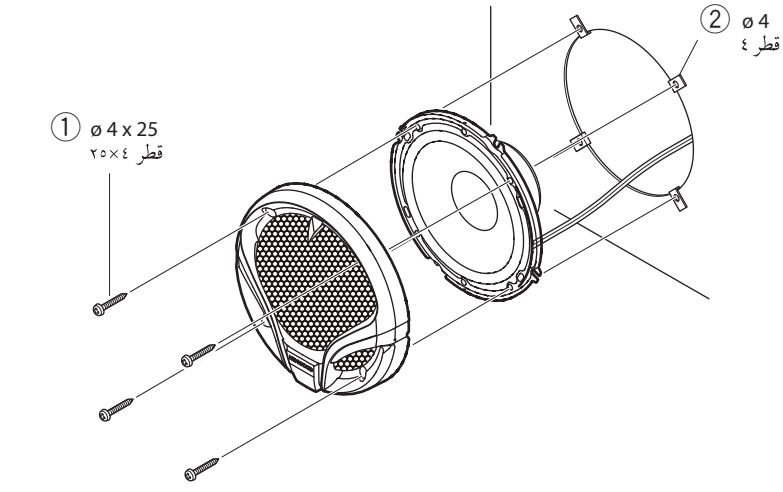

Fig. 3 / Figura 3 / 图 3 / ٣ الرسم
4. Install the unit as shown in Fig. 3, Fig. 4.
4. 按图 3 和图 4 所示，安装本机。